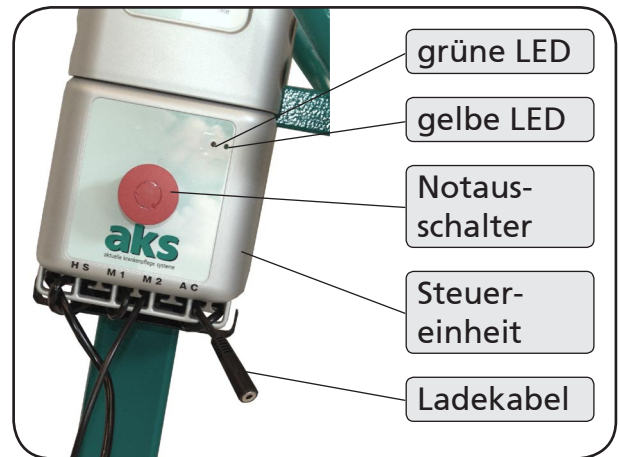

Abbildung 08
5. Überprüfen Sie die Steckverbindungen an der Steuereinheit (Abbildung 08):
7. Entriegeln Sie den Notaus-Schalter (Abbildung 08), falls er gedrückt ist, durch Verdrehen im Uhrzeigersinn.